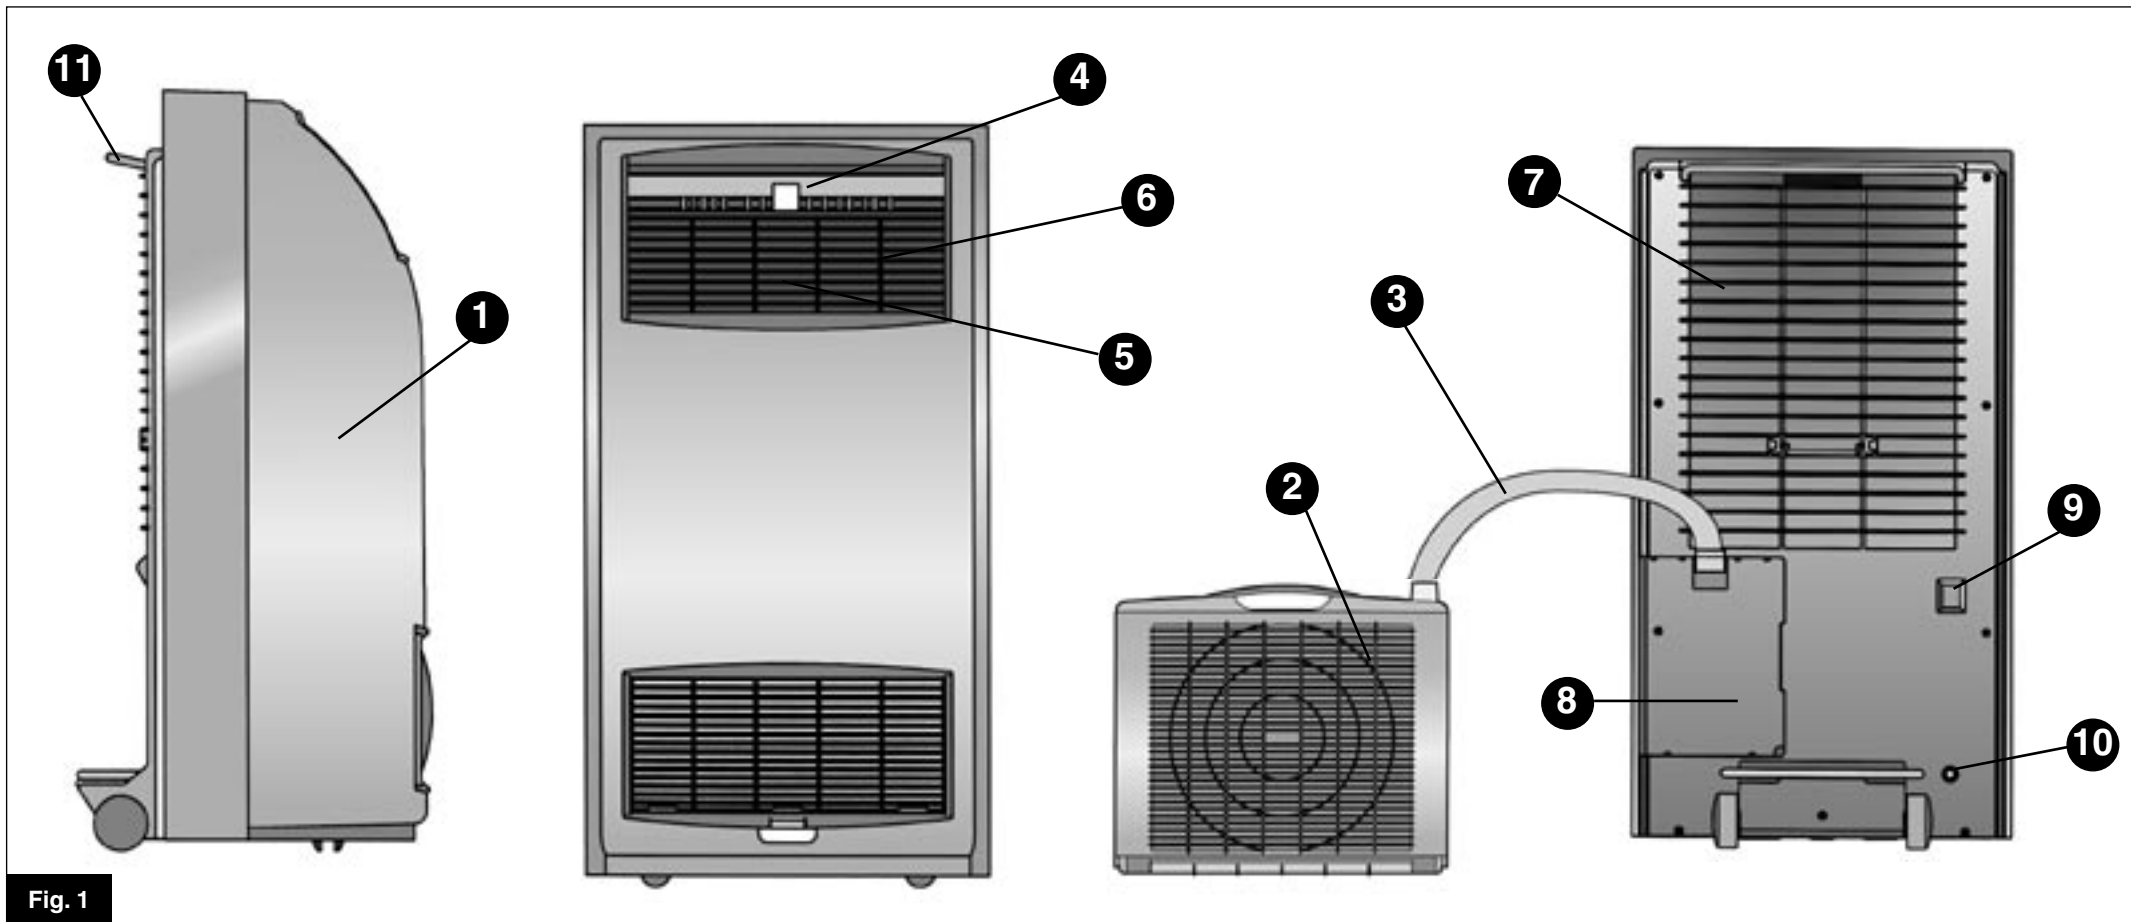

Fig. 1
IDENTIFICAZIONE DELLE PARTI PRINCIPALI (Fig. 1)
IDENTIFICATION DES PRINCIPALES PARTIES (Fig. 1)
LIST OF MAIN COMPONENTS (Fig. 1)
BESCHREIBUNG DER GERÄTE-TEILE (Abb. 1)
IDENTIFICACION DE LAS PARTES (Fig. 1)
ONDERDELENLIJST (Fig. 1)
• Il totale arresto del climatizzatore, nonostante vi sia la normale alimentazione elettrica, può essere dovuto all'intervento di una sicurezza interna che impedisce la fuoriuscita di acqua. Prima di chiamare il centro assistenza provate a drenare l'acqua contenuta nel CLIMATIZZATORE togliendo il tappo apposito (Fig. 1). Se l'inconveniente dovesse verificarsi fate controllare il Vs. climatizzatore da un tecnico specializzato.
• Si le CLIMATISEUR s'arrête complètement, malgré une alimentation électrique normale, ceci est peut-être dû à l'activation d'une sécurité interne qui empêche l'eau de s'évacuer. Avant d'appeler le centre d'assistance, essayez de drainer l'eau contenue dans le CLIMATISEUR en enlevant le bouchon spécial (Fig. 1). Si l'inconvénient se reproduit, faites contrôler l'appareil par un technicien spécialisé.